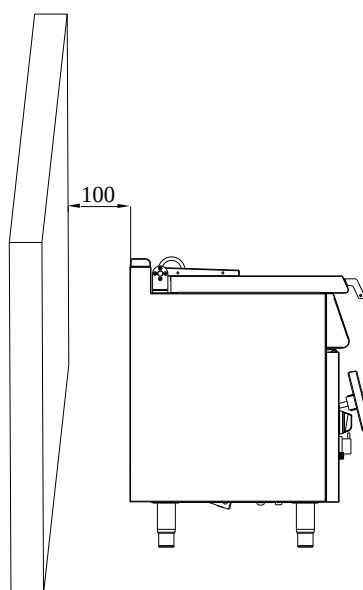

Abbildung 2
- Stellen Sie das Gerät mindestens 10 cm von der Seitenwand oder Rückwand entfernt auf, um einen übermäßigen Temperaturanstieg zu vermeiden. (Abbildung 2)